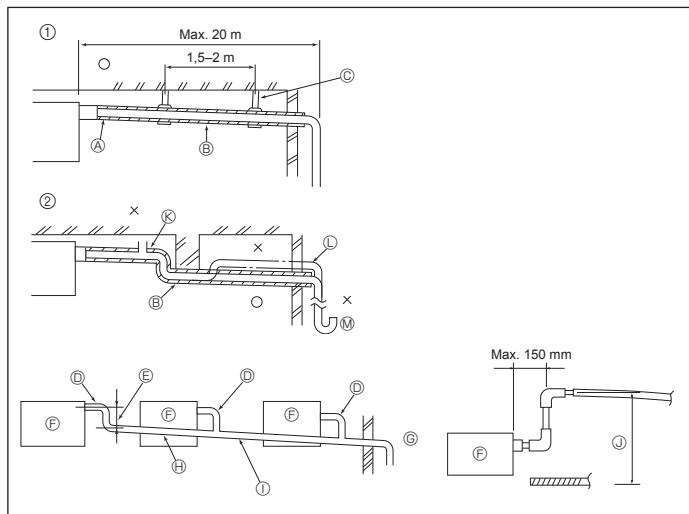

Fig. 6-1
6.1. Verrohrung der Dränage (Fig. 6-1)
① Richtige Verrohrung
- ② Falsche Verrohrung
- ③ Isolierung (9 mm oder mehr)
- ④ Gefälle (1/100 oder mehr)
⑤ Metallträger
- ⑥ Entlüfter